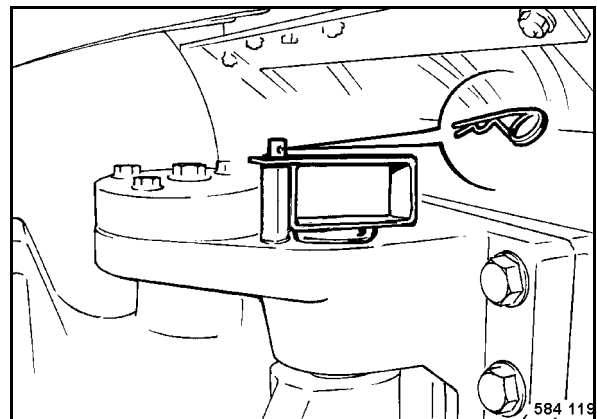

Fig. 84
- Encajar el seguro de la articulación de codo y asegurarlo con pasador elástico (Fig. 84).